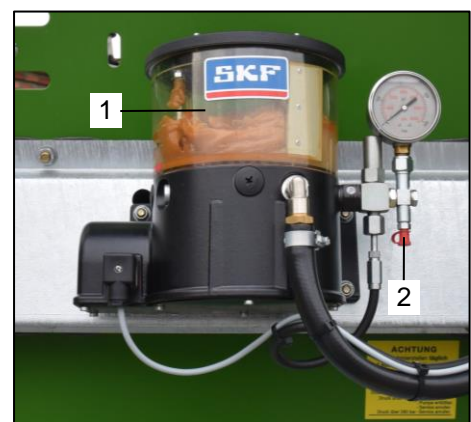

Bild 96: Smörjpump
Gör så här för att fylla behållaren (Bild 96/position 1) med smörjmedel:
- Ta bort hättan från smörjnippeln (Bild 96/position 2).
- Sätt en vanlig fettspruta, laddad med det aktuella smörjmedlet, på smörjnippeln (Bild 96/position 2) och fyll behållaren (Bild 96/position 1).
- Täck sedan smörjnippeln (Bild 96/position 2) med hättan igen.